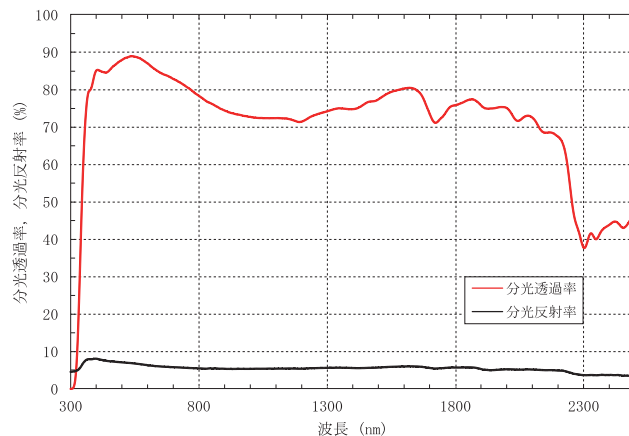
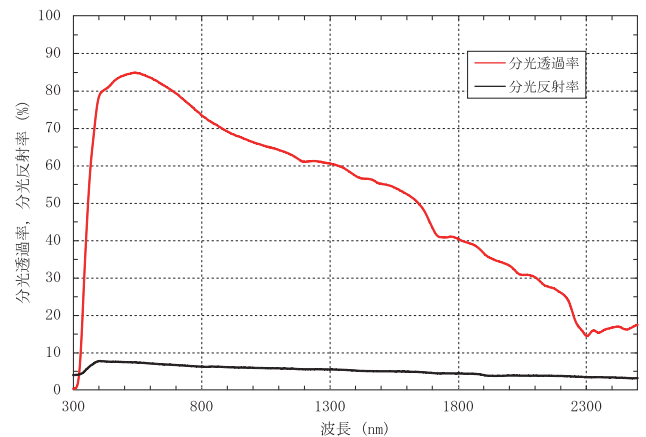

図1 分光透過率及び分光反射率測定結果（試験片番号：1、塗膜面：屋内側）
図5 分光透過率及び分光反射率測定結果（試験片番号：4，塗膜面：屋内側）
■ 試験結果 光学性能・熱性能試験結果を表4～表8に、分光透過率及び分光反射率の測定結果を図1～図5に示す。